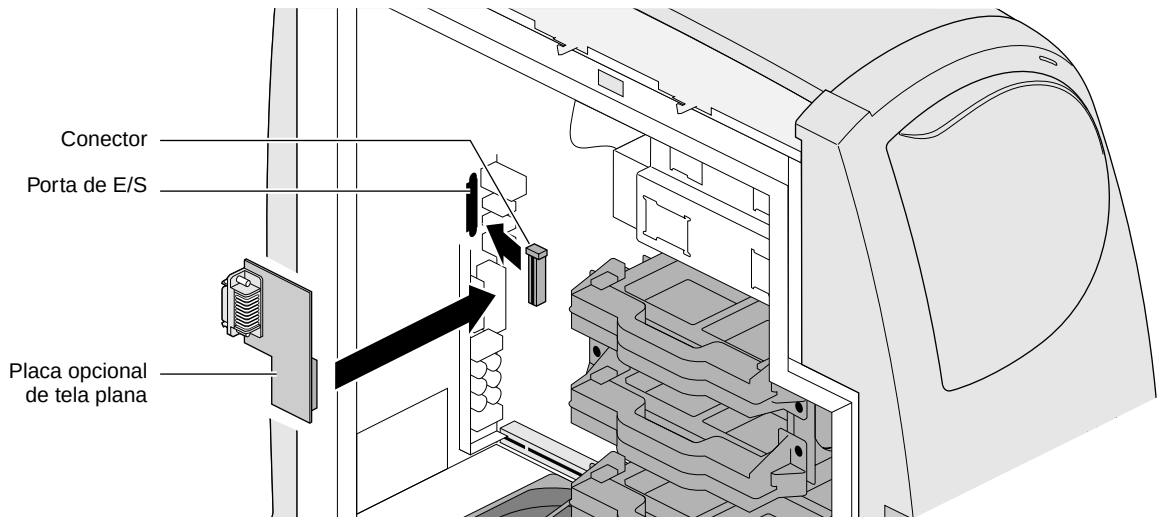

Figura 5-9 Inserindo a placa opcional de tela plana
8. Localize, na parte interna do chassi, o conector da placa opcional de tela plana que está sob a fonte de alimentação. Veja a Figura 5-9.